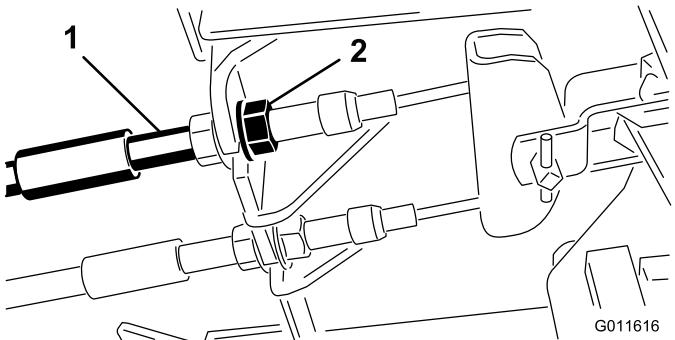

Figura 65
1. Para reduzir a folga dos pedais dos travões, aperte os travões desapertando a porca dianteira que se encontra na extremidade rosada do cabo dos travões (Figura 65).